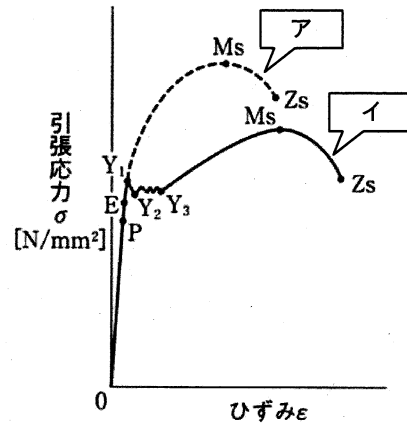

図1 炭素鋼の応力-ひずみ線図
1) 図1は炭素鋼の応力-ひずみ線図である。
①軟鋼の応力-ひずみ線図はア、イのどちらかを答えよ。
②点Eの応力の名称を答えよ。
③点Y₁の応力の名称を答えよ。